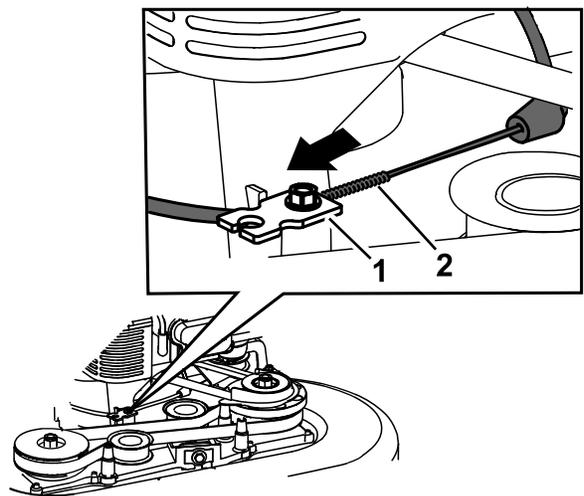

Figura 48
6. Tirate la guaina del cavo per eliminare l'allentamento (Figura 48).